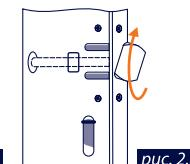
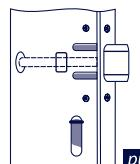

рис. 2.2
рис. 2.3
- Переверните ригель на 180° (рис. 2.2). Перестановка ригеля защелки завершена (рис. 2.3).